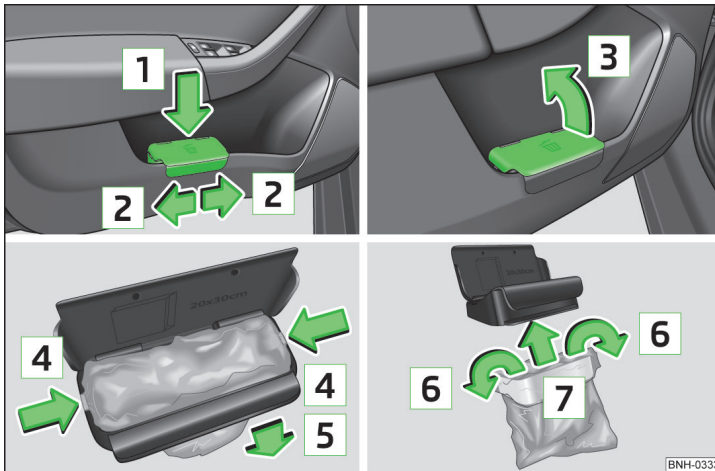

Abb. 66 Abfallbehälter: einsetzen und verschieben / öffnen / Beutel ersetzen
- Den Abfallbehälter im hinteren Bereich in Pfeilrichtung **1** » Abb. 66 eindrücken.
- Den Abfallbehälter entgegen der Pfeilrichtung **1** » Abb. 66 herausnehmen.
- Den Abfallbehälter in Pfeilrichtung **3** » Abb. 66 öffnen.
- Die beiden Rastnasen des Innenrahmens in Pfeilrichtung **4** » Abb. 66 vom Behälterkörper abdrücken.